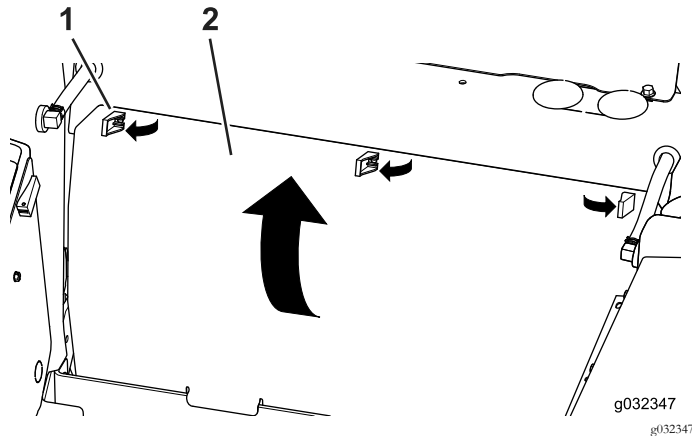

Bild 7
2. Öffnen Sie die drei Ausdehnungsriegel und nehmen die hintere Abdeckung ab (Bild 7).